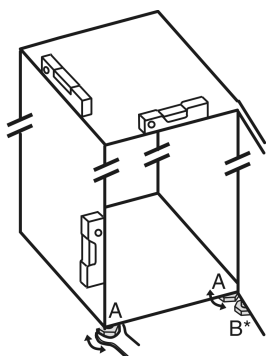

Fig. 24
- ▶ Выкрутите регулируемые опоры Fig. 24 (A) при помощи входящего в комплект поставки рожкового ключа и, используя уровень, выставьте устройство прочно и ровно по горизонтали.
- ▶ Выверните регулируемую опору Fig. 24 (B) на нижнем опорном кронштейне при помощи входящего в комплект поставки рожкового ключа до ее соприкосновения с полом.
- ▶ Поверните регулируемую опору Fig. 24 (B) еще максимум на 90°, чтобы предотвратить повреждение двери.